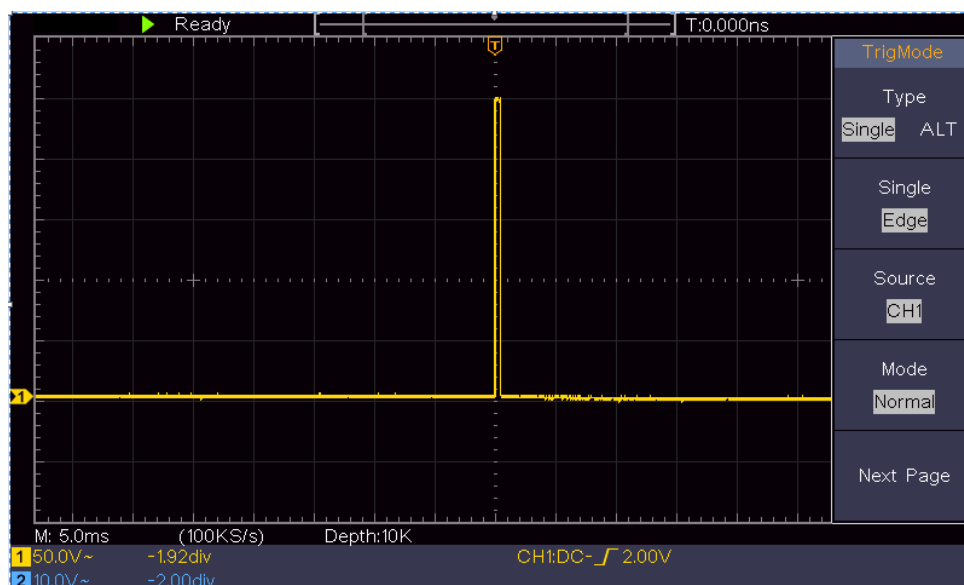

Figura 6-3 Captura de una sola señal
- (2) Ajuste los mandos de **Escala Vertical** y **Escala Horizontal** para establecer un rango vertical y horizontal adecuado para la señal a observar.
- (3) Pulse el botón de **Adquisición** para que aparezca el menú de la derecha.
- (4) En el menú de la derecha, seleccione el **Modo Acqu** como **Detección de Picos**.
- (5) Pulse el botón de **menú de disparo** para mostrar el menú correcto.
- (6) En el menú de la derecha, seleccione **Tipo** como **único**.
- (7) En el menú de la derecha, seleccione **Único** como **borde**.
- (8) En el menú de la derecha, seleccione **Fuente** como **CH1**.
- (9) En el menú de la derecha, pulse **Página siguiente**, seleccione **Acoplamiento** como **DC**.
- (10) En el menú de la derecha, seleccione **Pendiente** como ( creciente).
- (11) Gire el mando de **nivel de disparo** y ajuste el nivel de disparo al 50% aproximadamente de la señal que se va a medir.
- (12) Compruebe el indicador de estado de disparo en la parte superior de la pantalla, si no está listo, pulse el botón **Run/Stop** e inicie la adquisición, espere a que se produzca el disparo. Si la señal alcanza el nivel de disparo establecido, se realizará un muestreo y se mostrará en la pantalla. Utilizando este enfoque, se puede capturar fácilmente un pulso aleatorio. Por ejemplo, si queremos encontrar una ráfaga de rebabas de gran amplitud, ajuste el nivel de disparo a un valor ligeramente superior al nivel medio de la señal, pulse el botón **Run/Stop** y espere un disparo. Una vez que se produzca una rebaba, el instrumento se disparará automáticamente y registrará la forma de onda durante el periodo que rodea al tiempo de disparo. Girando el botón de **Posición Horizontal** en el área de control horizontal del panel, puede cambiar la posición de disparo horizontal para obtener el retardo negativo, facilitando la observación de la forma de onda antes de que se produzca la rebaba (ver *Figura 6-3*).